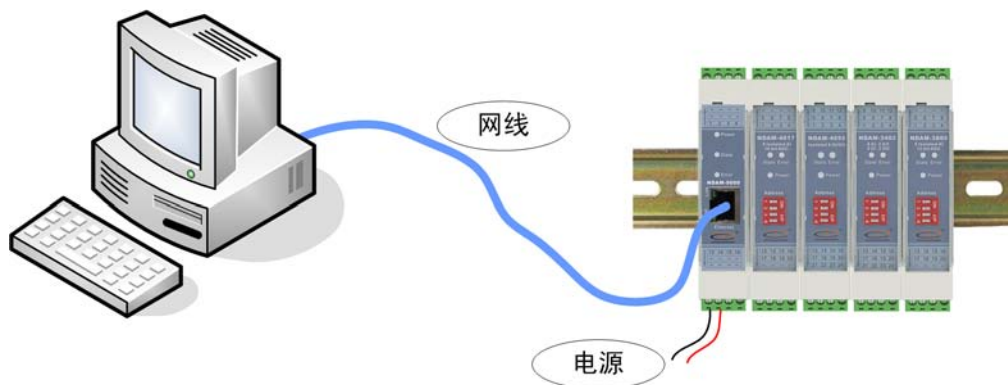

图 4.1 NDAM-5508 测试接线示意图
- 1) 将 PC 机、NDAM-9000 和 NDAM-5508 模块按照如图 4.1 所示进行连接；